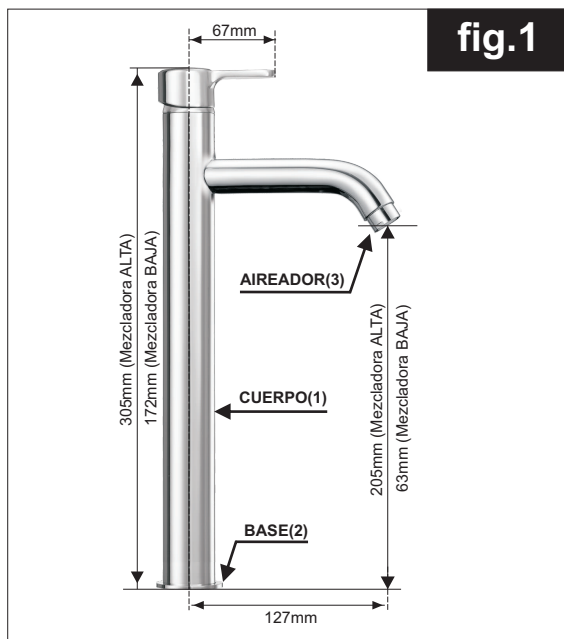

fig.1
- Instalar el cuerpo del Mezclador Monocomando (**fig.1**)
- Install Monocomando the mixer body (**fig. 1**)